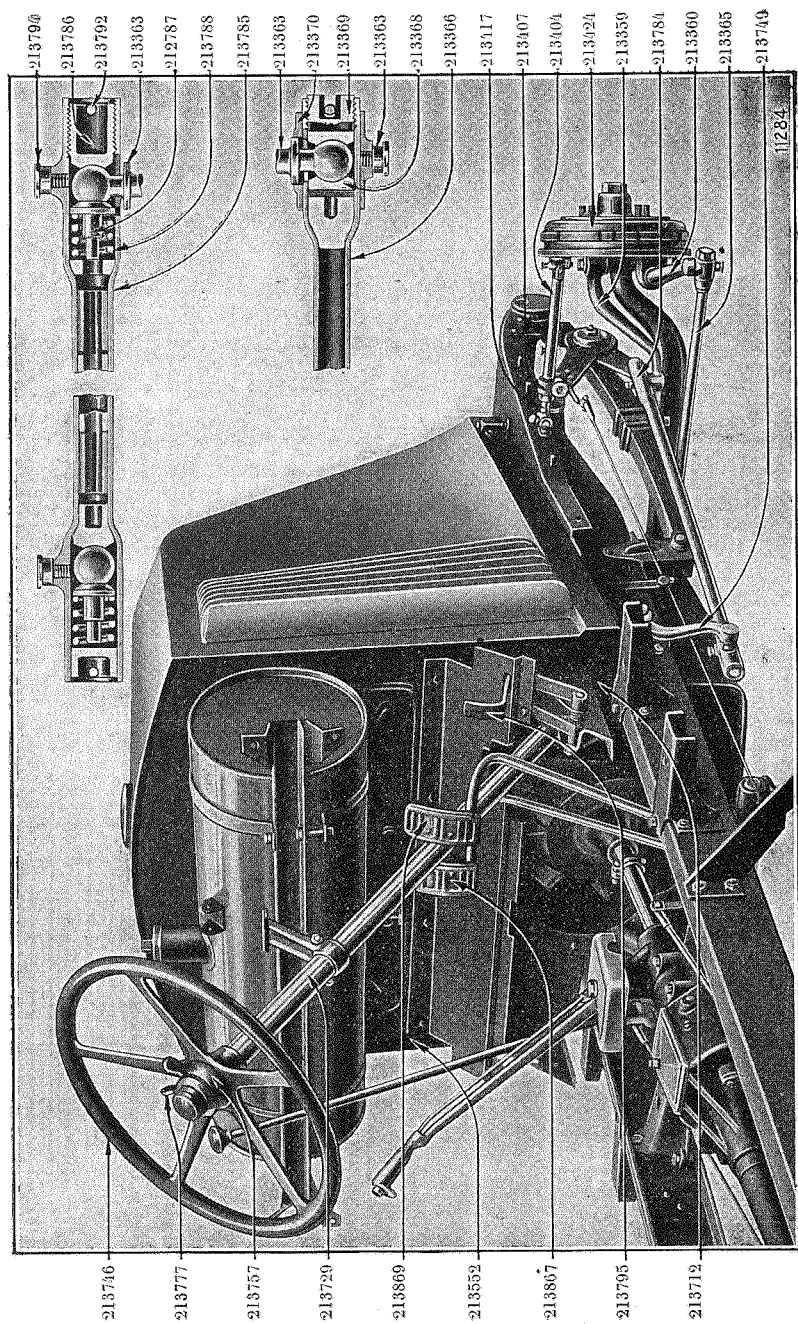

Fig. 31. — La direction et sa timonerie.
1. — DIRECTION (fig. 31 et 32).
LÉGENDE FIGURE 31.